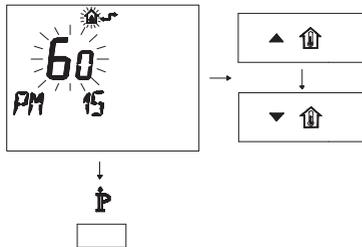

Figura 5.31
- Modificare il SET programmato agendo sui pulsanti   o   fino a visualizzare un set di 60, aspettare che il numero programmato cominci a lampeggiare (Figura 5.31)